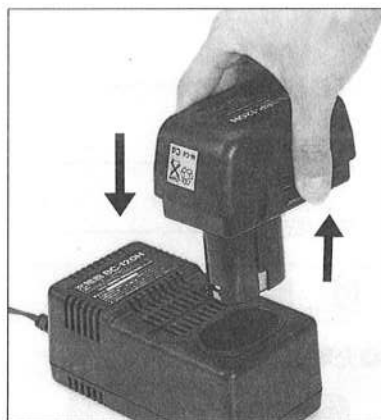

図4
- 充電器にバッテリーを差し込んで下さい。(図4参照)
- 充電を開始するとパイロットランプが点灯し、充電が終わると消灯します。(図4参照)